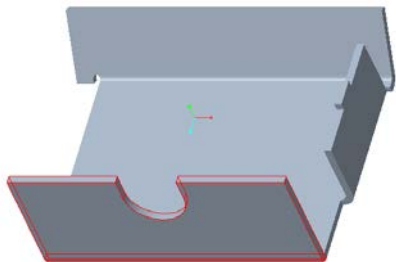

图 1-124 编辑定义后的钣金件
(4) 在“平整”选项卡中单击  (完成) 按钮, 编辑定义的结果如图 1-124 所示。